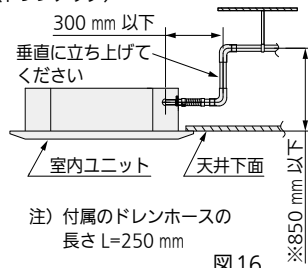

図 16
- ドレン配管高さは天井下面より 850 mm を限度として上げることができます。特性上ドレンアップ高が高いほど排水音が低くなります。このためドレンアップ配管高さは 300 mm 以上を推奨します。(※絶対に 850 mm より高くしないでください) (図 16)